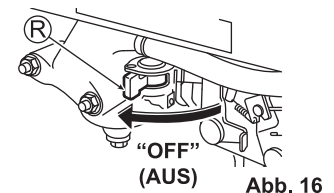

Abb. 16
3. Stellen Sie den Kraftstoffhahn (R) auf "OFF" (AUS). (Siehe Abb. 16)